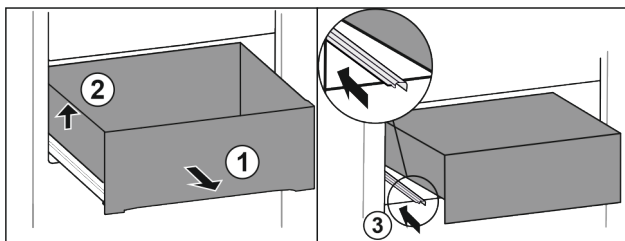

Fig. 89
- ▶ Wysunąć szufladę do oporu. Fig. 89 (1)
- ▶ Unieść szufladę po lewej. Fig. 89 (2)
- ▶ Wsunąć lewą szynę. Fig. 89 (3)